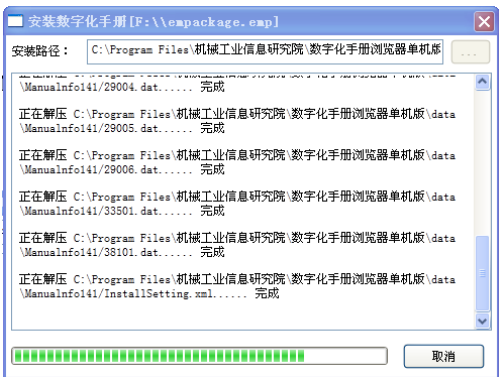

图 A.2-6 数字化手册载入界面
- (7) 进入如图 A.2-6 所示的数字化手册载入界面。